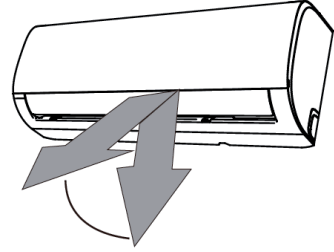

fig. 7 -
İç üniteden çıkan havanın akış yönünü dikey olarak ayarlamak için ("fig. 7 -") "SWING"  (part. 9 "fig. 1 -").
İç ünite ekranından gösterilen kodların anlamı ("fig. 7 -") şeklinde gösterilen "88" yerine aşağıda açıklanmıştır.
9. **WIFI AKTİVASYON GÖSTERGESİ.** Ünite, uzaktan kontrol için düzenli olarak kablosuz ağa bağlandığında ekran "fig. 7 -", detay 1'de belirtilen sembolü gösterir.